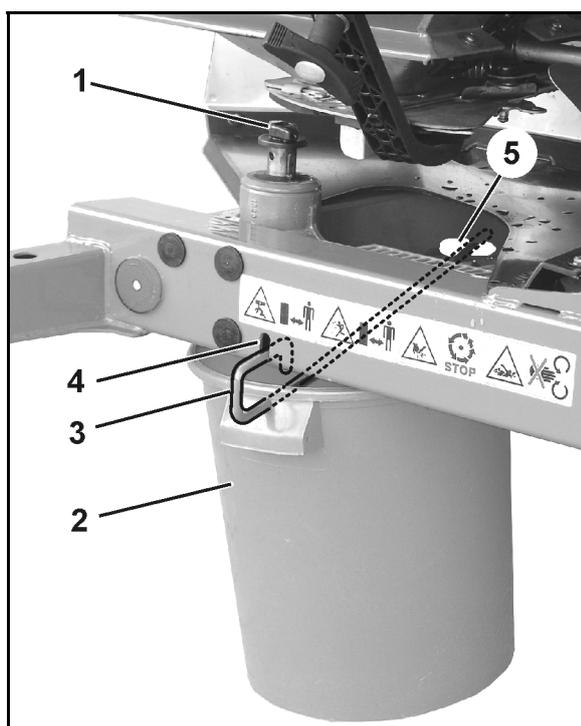

Fig. 52
- 2.1 Desenroscar o parafuso de orelhas (Fig. 52/1) para fixar o disco dispersor e extrair o disco dispersor do veio da engrenagem.
3. Engatar o depósito de recolha (Fig. 52/2), através do estribo (Fig. 52/3), nos suportes (Fig. 52/4 e Fig. 52/5) no quadro.